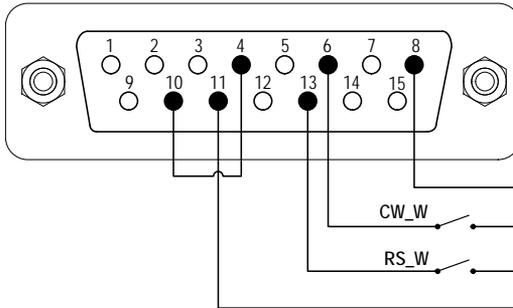

Abbildung 18. Logikpegel-2-Steuerung mit interner 12V-Stromquelle
- 1) Schalten Sie die Pumpe aus. Verdrahten Sie den DB15-Stecker wie in Abbildung 18 oder Abbildung 19 und verbinden Sie ihn